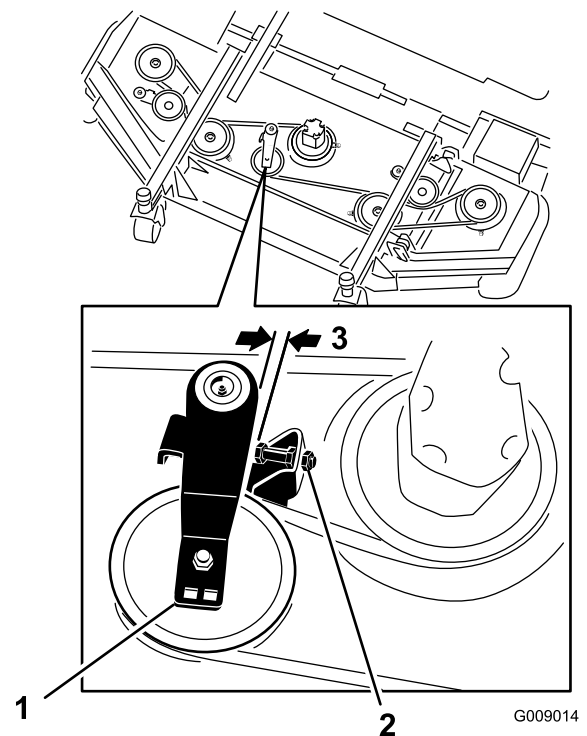

Bild 80
2. Lösen Sie am Frontmähwerk die Klemmmutter an der Anschlagsschraube der Spannscheibe und drehen Sie die Anschlagsschraube in die Halterung (Bild 80).
3. Schieben Sie die Spannscheibe mit einem Schraubenschlüssel oder einem ähnlichen Werkzeug (Bild 80) vom Treibriemen und lassen Sie den Riemen von der Getriebespannscheibe rutschen.